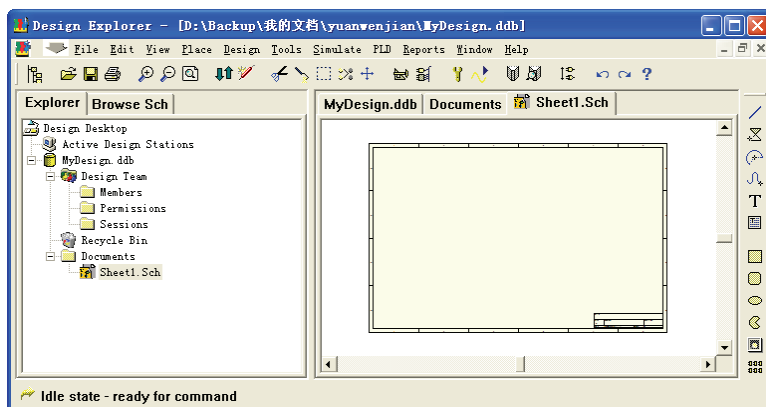

图 4-9 进入原理图编辑环境
(2) 执行“Open”命令，在右侧工作区打开原理图编辑环境，如图 4-9 所示，可在该窗口中进行原理图设计，具体操作在后面进行详细介绍。